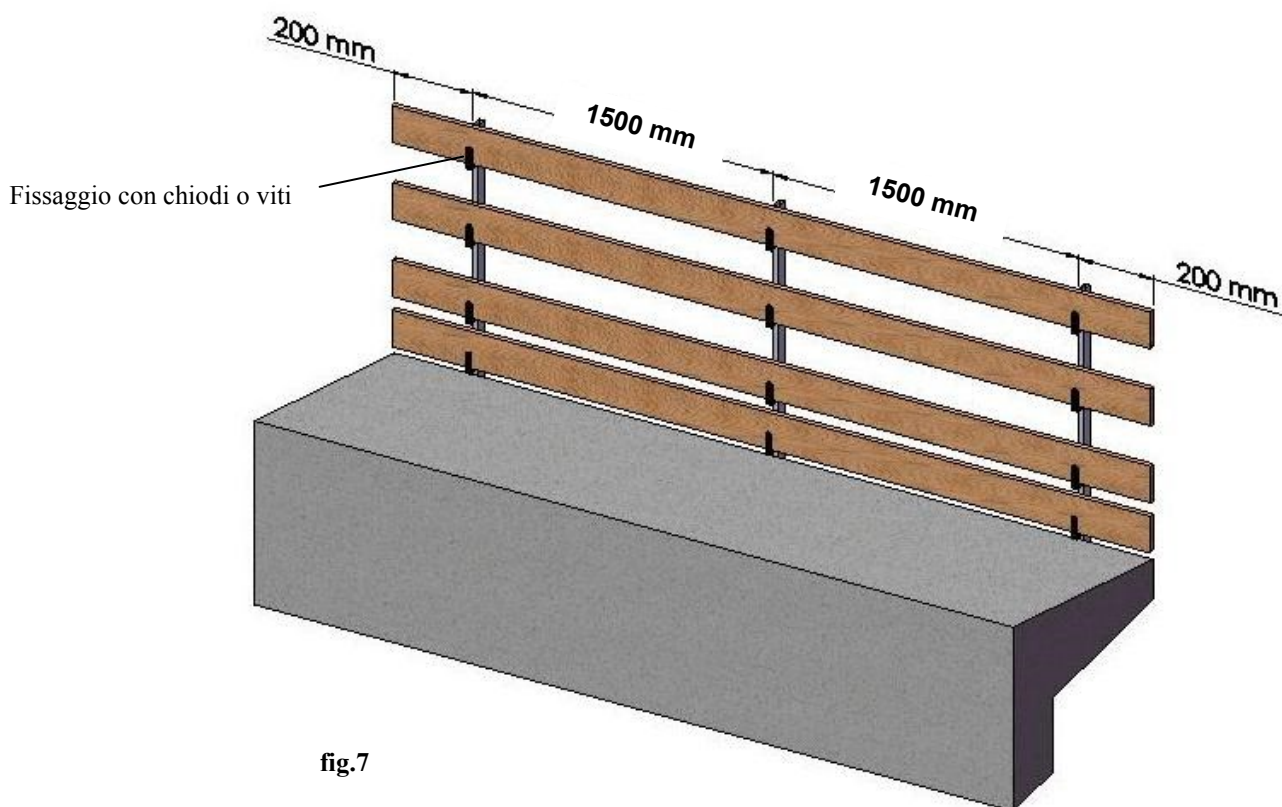

fig.7
- Completare il montaggio del sistema di protezione provvisorio, inserendo negli appositi sostegni, le tavole in legno di abete o di altra essenza (classe minima di resistenza C16 – UNI EN 338), o con altri profili metallici in grado di resistere ai carichi richiesti dalla normativa UNI EN 13374 : 2013 (fig. 7 a pag. 9);
- Le tavole (fig. 7) o i profili utilizzati devono essere integri sotto l'aspetto della resistenza e la loro lunghezza minima deve essere superiore di almeno 400 mm a due campate. (esempio: 1500 mm + 1500 mm + 200 mm + 200 mm = 3400 mm)